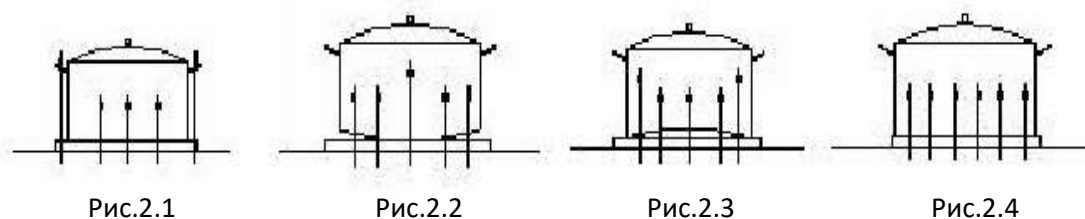

Рис.2
5.3. Для снижения расхода электроэнергии, ускорения процесса приготовления пищи и увеличения срока службы конфорок, рекомендуется пользоваться кухонной посудой, имеющей ровное и плоское дно диаметром равным или несколько большего размера конфорки(рис. 2.)